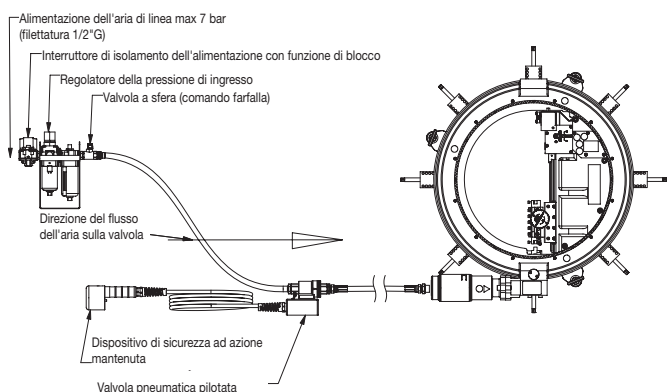

Figura 13: Schema del sistema di collegamenti pneumatici
1. Fare riferimento alla Figura 13 per conoscere i punti di sollevamento della macchina.